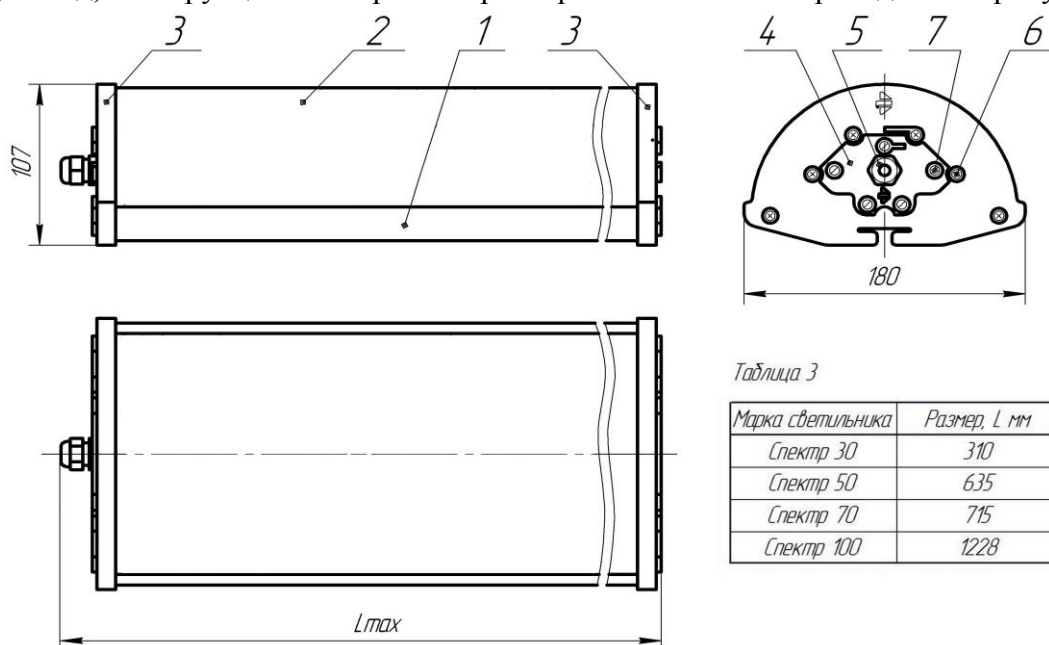

Рисунок 1
1.4.1. Светильники состоят (см. Рис.1) из корпуса, изготовленного из алюминиевого сплава, который является несущим элементом светильников (поз.1), прозрачного неокрашенного защитного стекла из ударопрочного поликарбоната (поз.2), двух крышек с резиновыми уплотнителями (поз.3), двух крышек малых (поз.4) с установленным кабельным вводом (поз.5), крепежных винтов (поз.6 и поз.7).
- ввести сетевой провод через кабельный ввод (рис.1 поз.5) в крышке малой (рис.1 поз.4) и подсоединить его к контактному устройству, согласно маркировке;
- установить крышку малую (рис.1 поз.4) на крышку (рис.1 поз.3) и закрутить винты (рис.1 поз.7) до упора;
- закрутить гайку кабельного ввода (рис.1 поз.5) на всю длину резьбы.
- ввести сетевой провод внешним диаметром не менее 5 мм не более 9 мм через кабельный ввод (рис.1 поз.5) в крышке малой (рис.1 поз.4) и подсоединить его к контактному устройству, согласно маркировке;